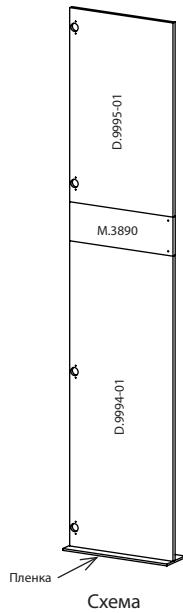

Рис. 1
2. Установить штекерные стяжки, аккуратно вбивая молотком строго вертикально в отверстия вставки двери M.3890 согласно рис. 1. Аккуратно вбивать штекерные стяжки необходимо для минимизации повреждения ЛДП.